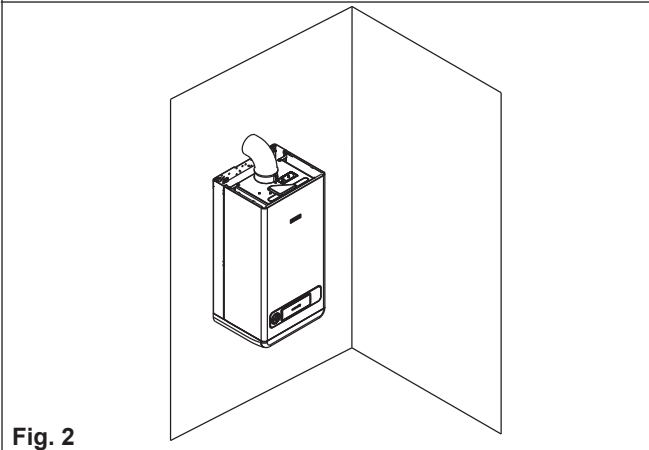
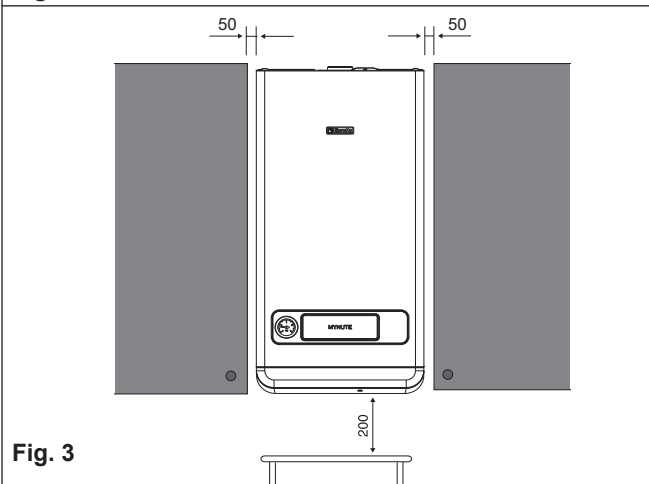

Fig. 2
Fig. 3
- MYNUTE N 锅炉可以安装在室内 (Fig.2) 或有防护设置的室外空间 (Fig.3)，锅炉不得直接裸露于室外安装。